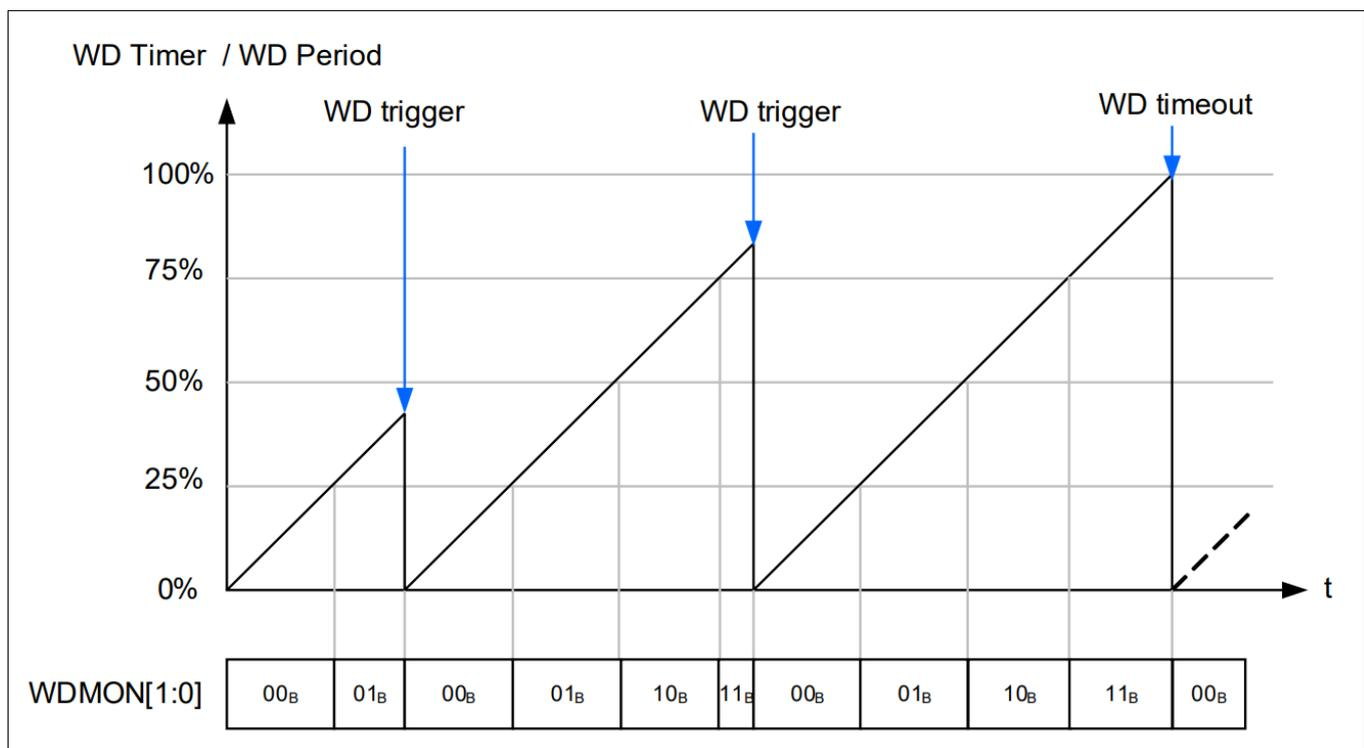

图 38 看门狗监控和看门狗超时示例
- 看门狗触发位在看门狗周期内未得到反转 (看门狗超时事件)。参阅 **图 38**3)。
状态位 **WDMON** [1:0] 报告看门狗定时器与看门狗周期的相对位置。参见表 21 和图 38。这允许检测与看门狗计时器相关的潜在故障：该端口可以验证看门狗计时器正在运行。